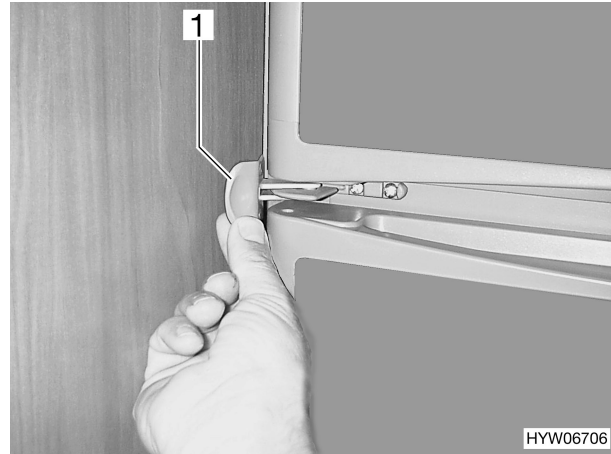

Bild 122 Verriegelung der Kühlschranktür/des Frosterfachs (Variante 4)
- Verriegelung (Bild 122,1) nach außen drehen.